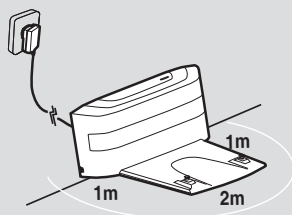

Fig. 2
Plugg inn hovedadapteren og koble den til ladestasjonen. [Fig. 2]
3. Ingen objekter bør befinne seg i et område på 2 m foran og 1 m på hver side av ladestasjonen. [Fig. 2]